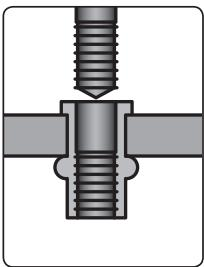

Fig. 7
- Ensuite, changez le sens de rotation vers la gauche, relâchez l'adaptateur du rivet pour perceuse de manière à ce qu'il tourne et démarrez la perceuse pour dévisser l'axe de l'adaptateur de l'écrou de rivet (fig. 7).